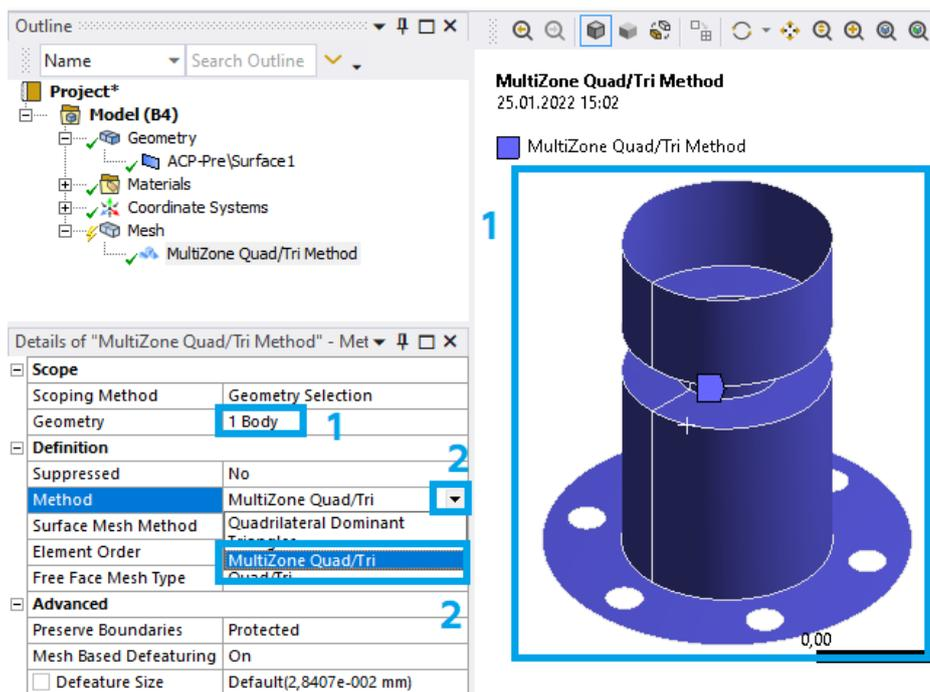

Рис. 15. Задание настроек сетки
– жмем ПКМ на *Mesh* – *Insert* – *Method*, выделяем геометрию (1) и выбираем метод (2) – *Multizone Quad/Tri* (рис. 15);